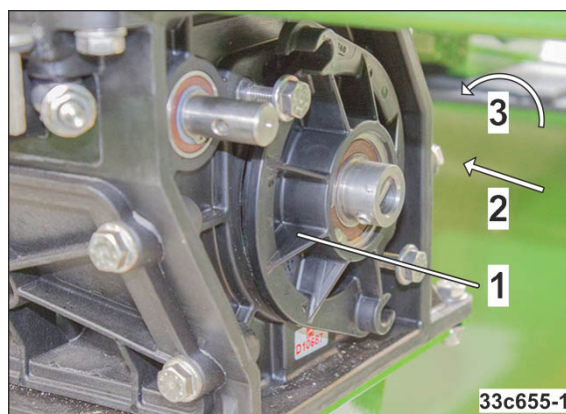

Bild 241
5. Stäng kåpans lock (Bild 241/1).
6. Dra långsamt ut spjället (Bild 241/2) ur doseraren.